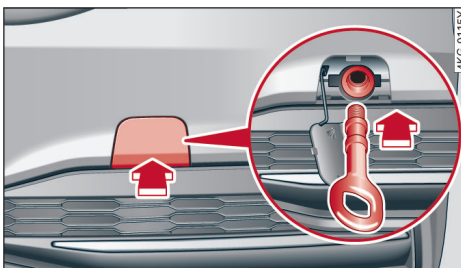

图 186 后保险杠：拧入拖车环
- ▶ 短促有力地向内按封盖⇨图 186。封盖从保险杠上自行脱开。